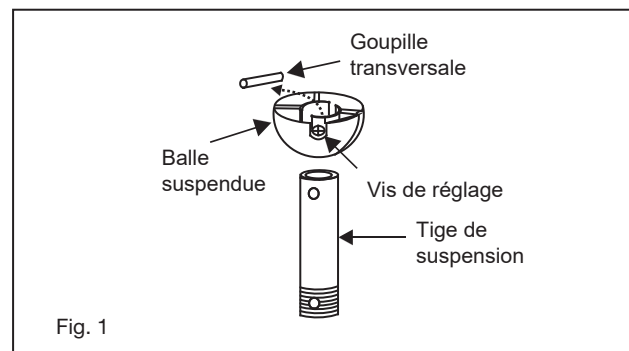

Fig. 1
- 1 Retirez la balle de la tige de suspension en desserrant la vis de réglage sur le côté de la balle. Faites glisser la balle vers le bas et retirez la goupille; retirez la balle. (Fig. 1)